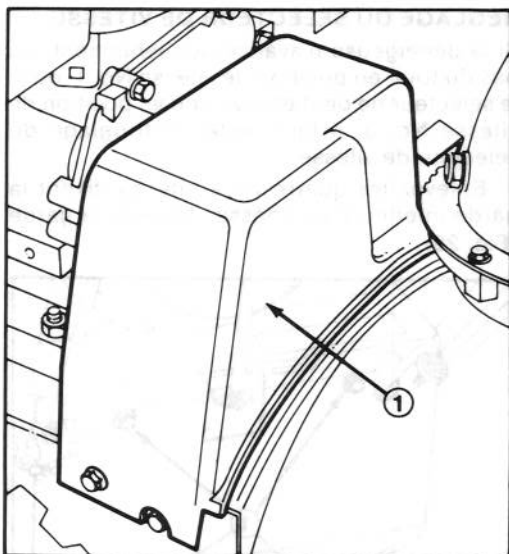

Figure 23
2. Enlevez les deux vis taraudeuses qui retiennent la garde de courroie et déposez la garde (Fig. 23).
2. Enlevez les deux vis taraudeuses qui retiennent la garde de la courroie et déposez la garde (Fig. 23).